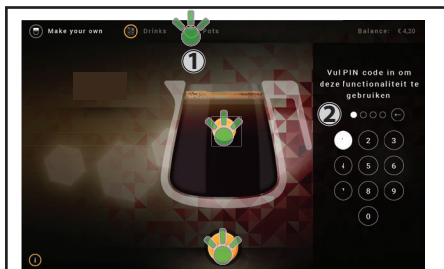

Bild 4.9 - "Muggar"
1. Tryck på den övre högre ikonen "Muggar" (**1**) på pekskärmen när automaten är i leveransläget (bild 4.9).
3. Tryck på ditt val av dryck (bild 4.9).